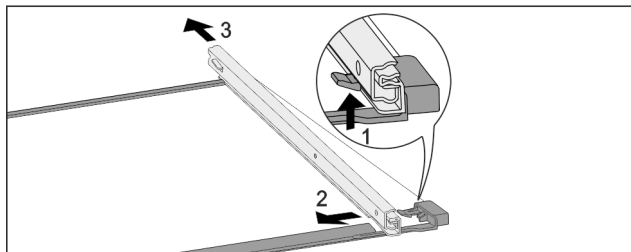

Fig. 253 Staklena ploča s vodilicama
- ▶ Prednji uskočnik pritisnite prema gore. Fig. 253 (1)
- ▶ Izvlačnu vodilicu povucite u stranu Fig. 253 (2) i prema natrag Fig. 253 (3).